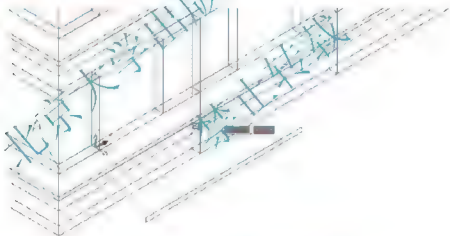

图 6.63 捕捉 A 点作为多段线的起点
- (1) 启动【多段线】命令(快捷键 PL)。
- (2) 在指定起点:提示下,捕捉图 6.63 中所示的 A 点作为多段线的起点。